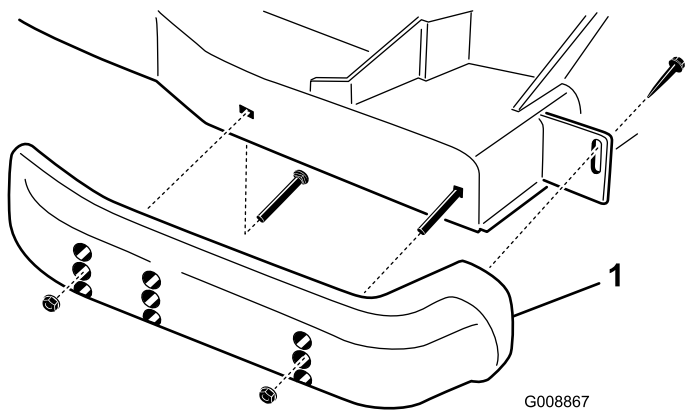

Figura 28
- Allentate la vite davanti a ciascun pattino (Figura 28).
2. Togliete i bulloni a testa flangiata e i dadi da ciascun pattino (Figura 28).